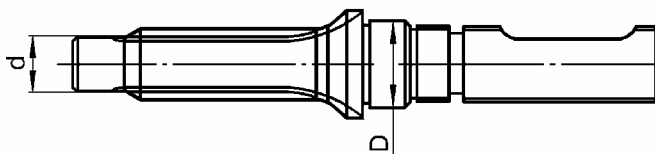

Рис.15.
4.2.9 Шестерня 2108-3401035 рулевого механизма, рис.15.